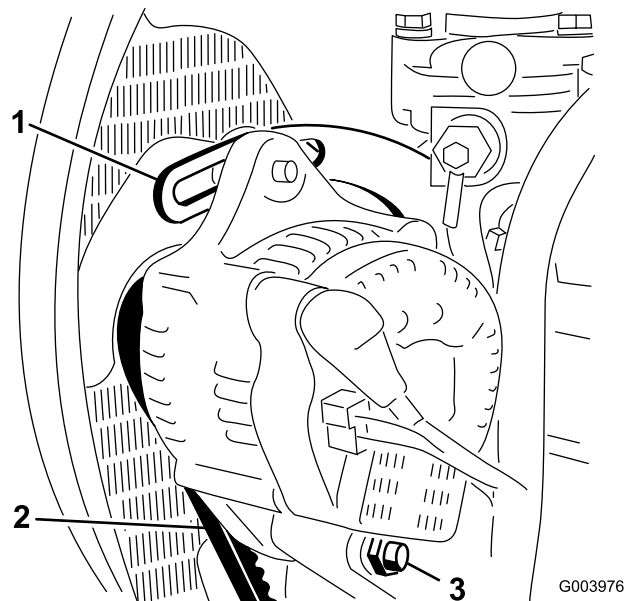

Рисунок 77
- Проверьте натяжение ремня генератора, надавив на него (Рисунок 77) посередине между шкивами генератора и коленчатого вала с усилием 10 кг.
- Ослабьте болт крепления скобы к двигателю (Рисунок 77), болт крепления генератора к скобе и болт оси поворота.